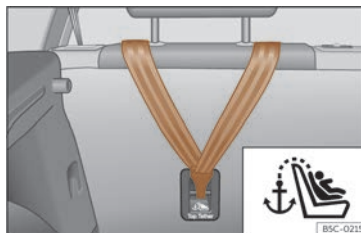
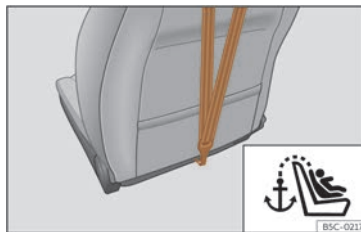

Fig. 43 Parte posterior de los asientos
Fig. 44 Parte posterior del respaldo del
>>> **fig. 43**, >>> **fig. 44**.
- Deslice la correa y fíjela correctamente con el anclaje de la parte posterior del respaldo >>> **fig. 43**, >>> **fig. 44**.